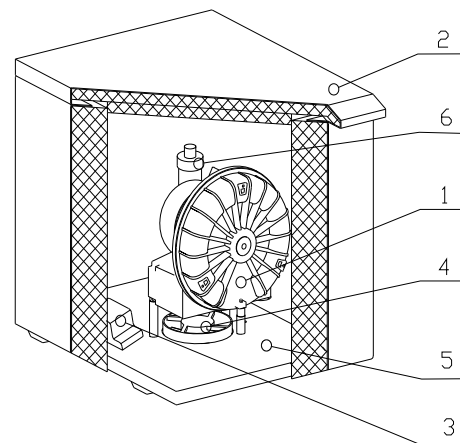

Fig.1
Le groupe d'aspirateur (1) (fig.1) crée, dans la distribution pneumatique, la sous-pression qui aspire les substances étrangères du champ de travail du médecin et les véhicule dans le séparateur dans l'unité dentaire. L'air pur à l'issue du séparateur passe par le groupe d'aspiration pour être refoulé à travers le tuyau de sortie et l'amortisseur de l'air sortant (6) dans l'espace à l'extérieur du cabinet stomatologique. Le groupe d'aspiration se met en marche par le module de commande (3) pilotant le signal amené de l'unité (tension de 24V AC/DC ou enclenchement de l'interrupteur - modèle „T“). Le groupe est installé sur la base (5) au-dessus du ventilateur de refroidissement (4), qui constitue, à l'intérieur de l'armoire (2), la circulation forcée de l'air. L'armoire métallique sur pieds est munie d'isolement d'insonorisation qui assure le niveau sonore bas pour son environnement et, grâce au ventilateur, une circulation suffisante de l'air de refroidissement circulant à travers la fente entre l'armoire ou la base et le sol. L'air de refroidissement est ensuite refoulé à travers l'orifice dans la paroi de derrière de l'armoire.